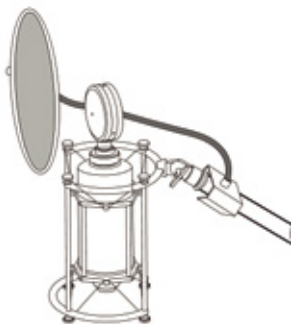

рис. 6
5. Для увеличения срока эксплуатации микрофона при работе с вокалистами рекомендуется использовать поп-экран (рис. 6).